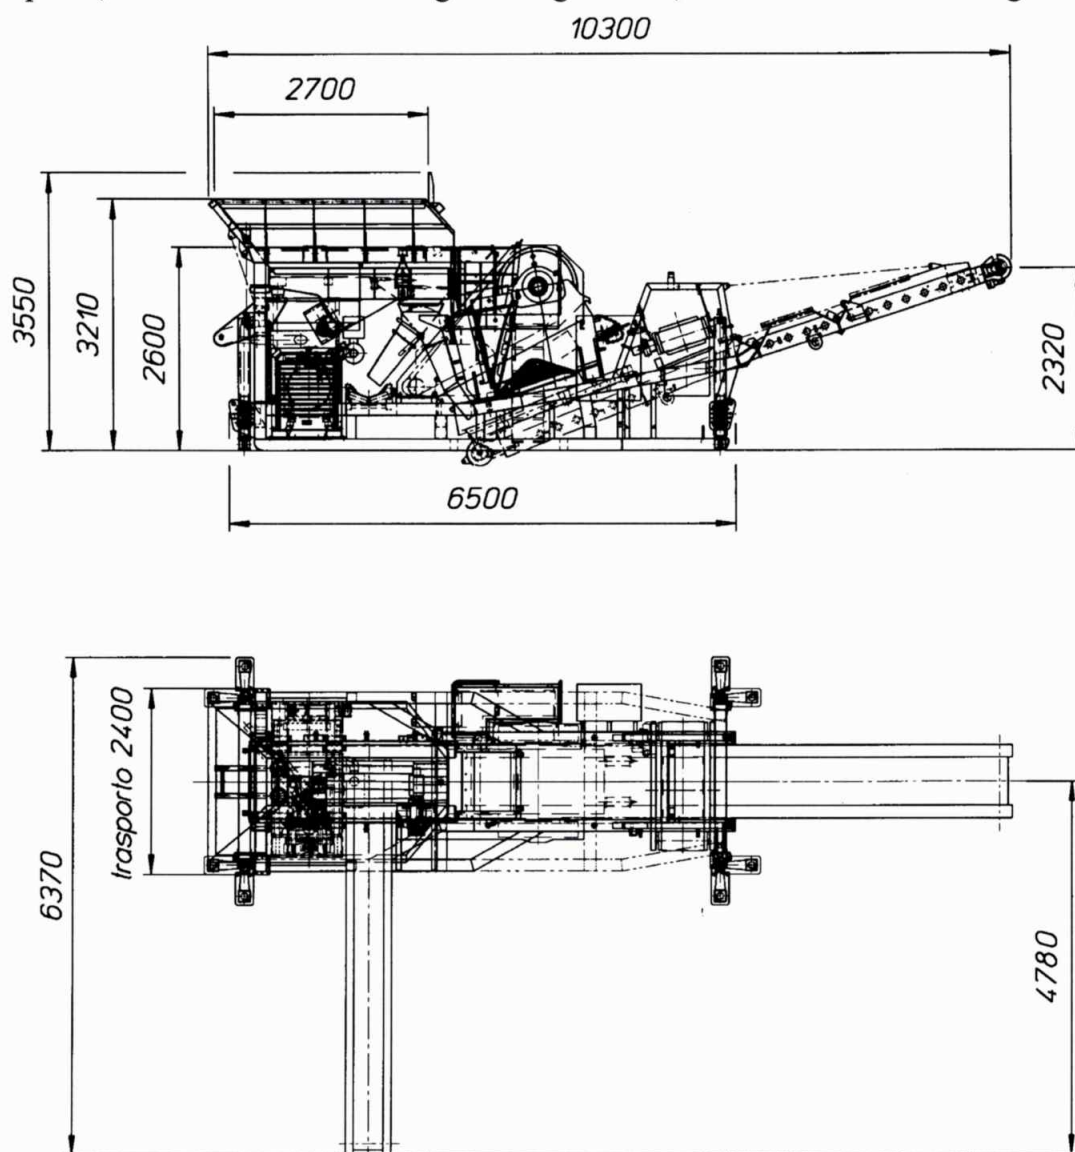
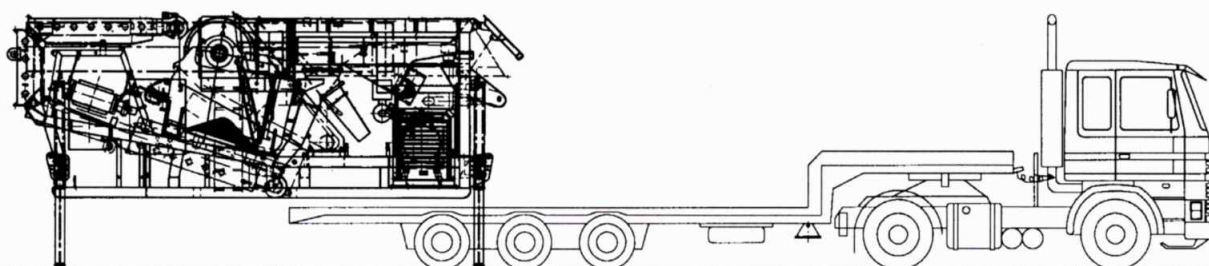

fig. 4.2.1 Quote espresse in mm
fig. 4.2.11
Il disegno di fig. 4.2.1 mostra la macchina in assetto da lavoro. Per trasformarla in assetto da trasporto, come mostrata nel disegno di fig. 4.2.11, si deve fare come di seguito descritto.
h) **Fare retromarcia con il carrellone di trasporto, all'interno delle gambe di sollevamento, nel verso indicato in fig. 4.2.11 facendo molta attenzione a centrare il carico e quindi a non urtare le gambe.**
Dopo avere debitamente preparato l'area di lavoro come descritto, si deve scaricare la macchina dal carrellone di trasporto percorrendo a ritroso tutte le fasi viste nel capitolo precedente, per riportare la macchina in condizioni di lavoro (vedi fig. 4.2.1).